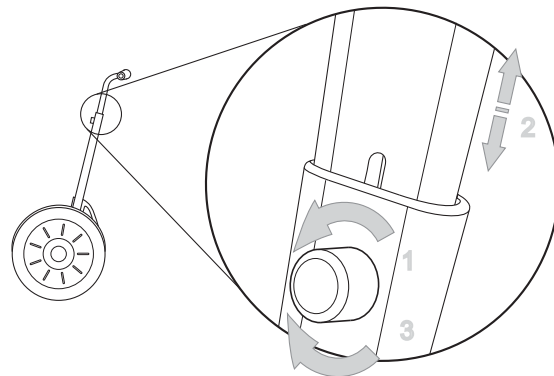

图 9：调整操纵柄高度
1. 反时针转动高度调节旋钮（参见图 9，第 21 页），将其卸下。